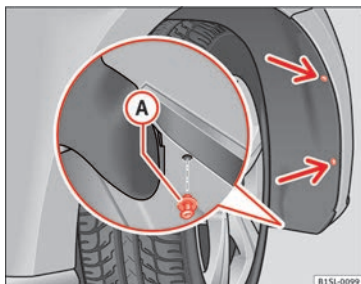

Fig. 147 No para-choques dianteiro direito: extraia os parafusos de fixação (setas) e retire o rebite expansivo **A**.
» **Fig. 147** (setas) com a chave de fendas das ferramentas de bordo » Página 182.
- Coloque o rebite expansivo no embelezador do revestimento da cavidade das rodas e pressione-o para dentro até ao final » **Fig. 147** **A**.
- Aparafuse os 2 parafusos de fixação » **Fig. 147** (setas) com uma chave de fendas.